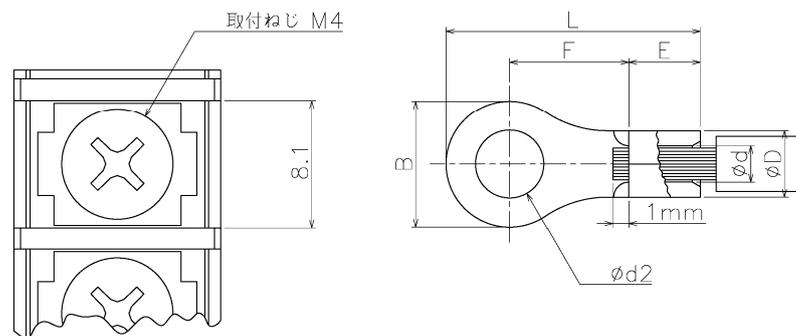

図 2.6b 圧着端子の例
- ・端子台の幅は 8.1mm, 取付ねじは M4 ですので, 図 2.6b のような丸形の端子でしたら $B < 8.1\text{mm}$ かつ $d2 > 4\text{mm}$ の圧着端子をご用意ください。
- ・端子の種類や形によって剥く寸法は異なります。各種端子の取扱い説明書に従って下さい。図 2.6b は丸形の裸圧着端子の場合の例です。